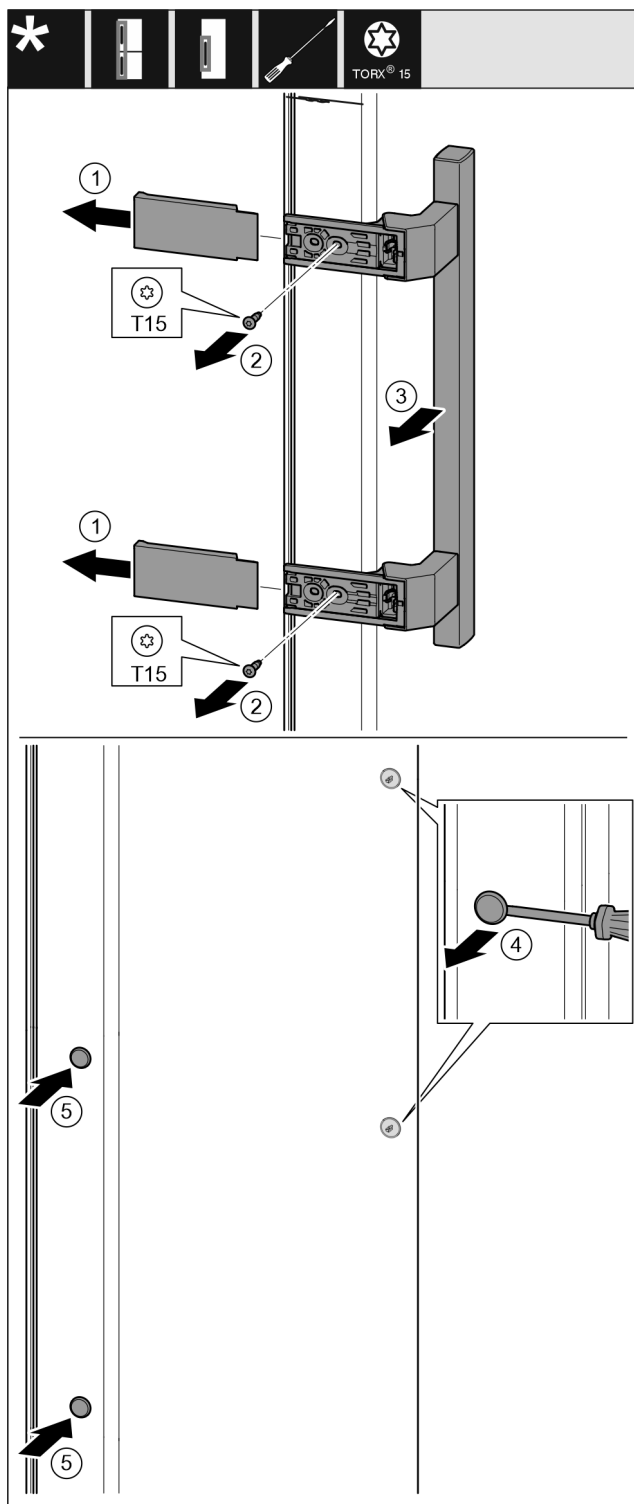

Fig. 39
- ▶ Rimuovere la copertura. Fig. 39 (1)
- ▶ Svitare le viti con il cacciavite T15. Fig. 39 (2)
- ▶ Rimuovere la maniglia. Fig. 39 (3)
- ▶ Con un cacciavite a testa a intaglio sollevare con cautela i tappi laterali ed estrarli. Fig. 39 (4)
- ▶ Inserire nuovamente i tappi sull'altro lato. Fig. 39 (5)